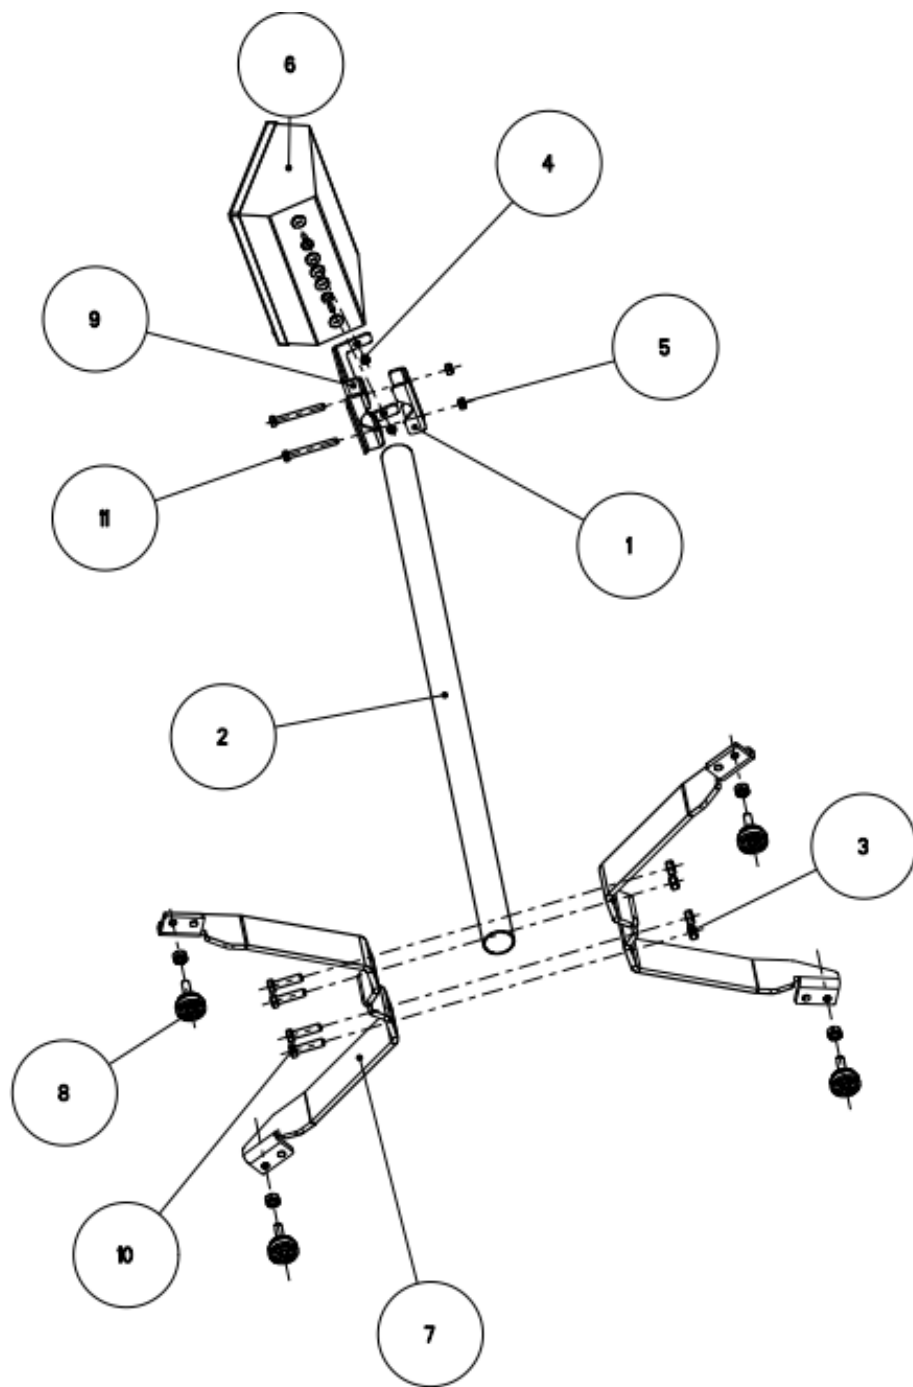

Fig.1
2.1 MONTAGGIO DELLA COLONNA CSP38I (FIG.1)